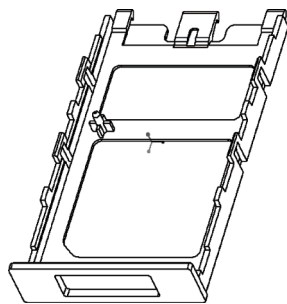

图 8-71 原始实体模型
1) 在“快速访问”工具栏中单击“打开”按钮 ，选择本书配套光盘的“CH8”文件夹中的素材实体模型文件“bc_8_ycqm.prt”打开，该文件中的原始实体模型如图 8-71 所示。